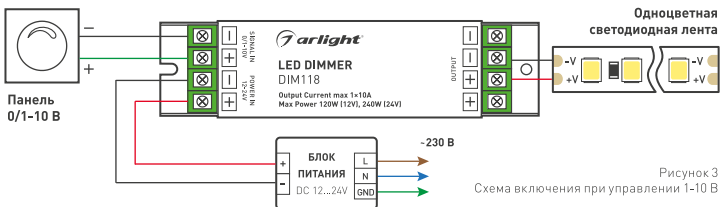

Рисунок 3. Схема включения при управлении 1-10 В.
- 3.6. Подключите панель 0/1-10 В от контроллера к входу «SIGNAL IN» диммера, соблюдая полярность, в соответствии со схемой (рисунок 3).